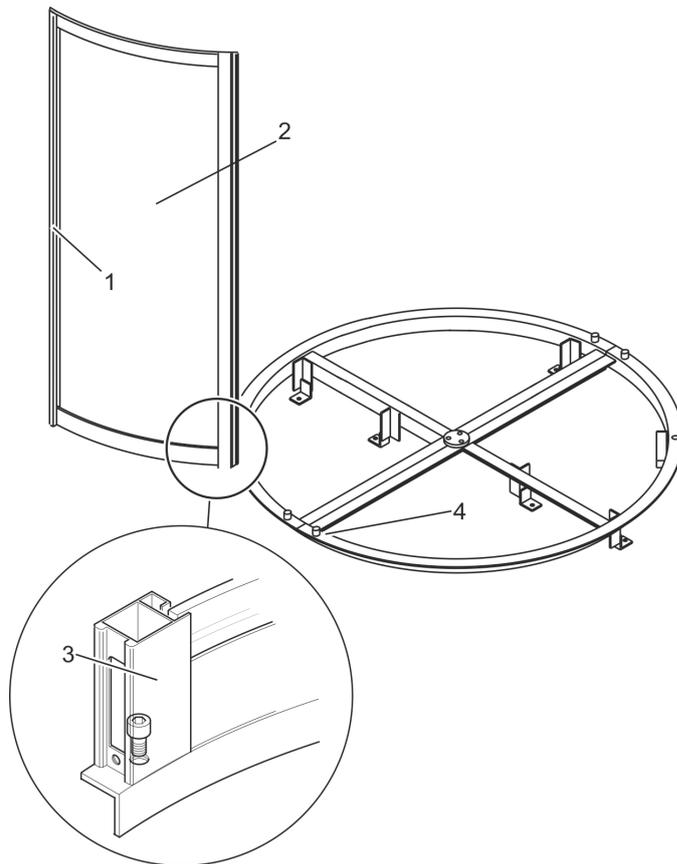

Рис. 35 Сборка сегментов ограждения цилиндрической формы
Проверить расположение сегментов (рис. 35/1) при установке сегментов ограждения цилиндрической формы.
1. Аккуратно установить сегмент ограждения цилиндрической формы (рис. 35/2) на крепежный компонент (рис. 35/4).
Вывернуть заднее углубление (рис. 35/3) сегмента ограждения цилиндрической формы с отверстием и затянуть крепление вручную.
3. Равномерно вставить резиновое уплотнение в паз в боковом ограждении цилиндрической формы (рис. 35/1). При необходимости сделать отверстия в резиновом уплотнении для головок винтов.